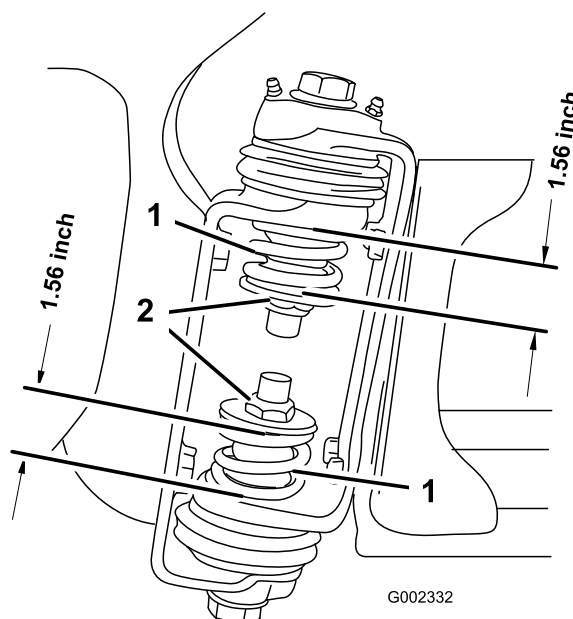

Figura 4
- Na dobradiça da rampa, meça a compressão das molas superior e inferior enquanto as rampas estão na sua posição estendida (Figura 4).